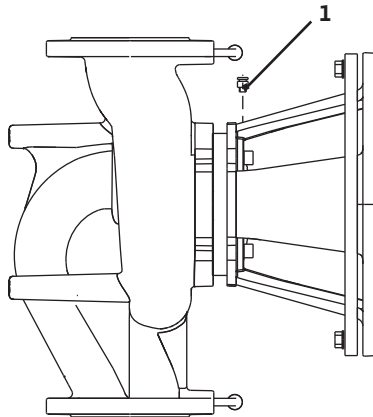

Fig. 18: Zawór odpowietrzający
- Zawór odpowietrzający (Fig. 18, poz. 1) musi być zawsze skierowany do góry.